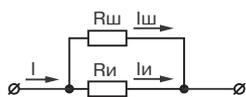

Рис. 1.11. Схема измерительного прибора с шунтом
**Пример использования №1.** Прибор необходимо использовать в качестве амперметра с пределом измерения 5 А. Определить сопротивление шунта, который нужно присоединить к зажимам прибора (рис. 1.11).